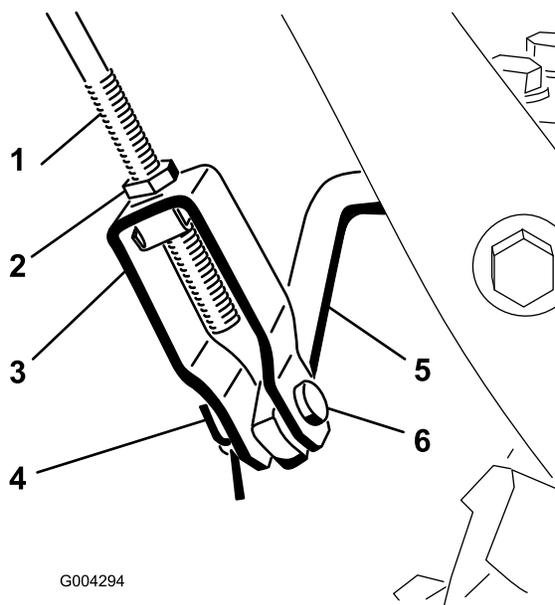

Figure 8
- Desserrez l'écrou de blocage au-dessus de la chape sur la tige de commande supérieure (Figure 8).
- Alignez les trous de la chape et de la tige de commande inférieure, et insérez l'axe de chape (Figure 8).
- C. Vissez ou dévissez la chape selon que vous souhaitez accroître ou réduire l'écart entre le haut de la poignée et le bas du levier de commande de vis sans fin/turbine (Figure 8).
6. Quand le réglage est correct, remplacez l'axe de chape et fixez-le à l'aide de la goupille fendue (Figure 8).
7. Serrez l'écrou de blocage pour bloquer la chape (Figure 8).